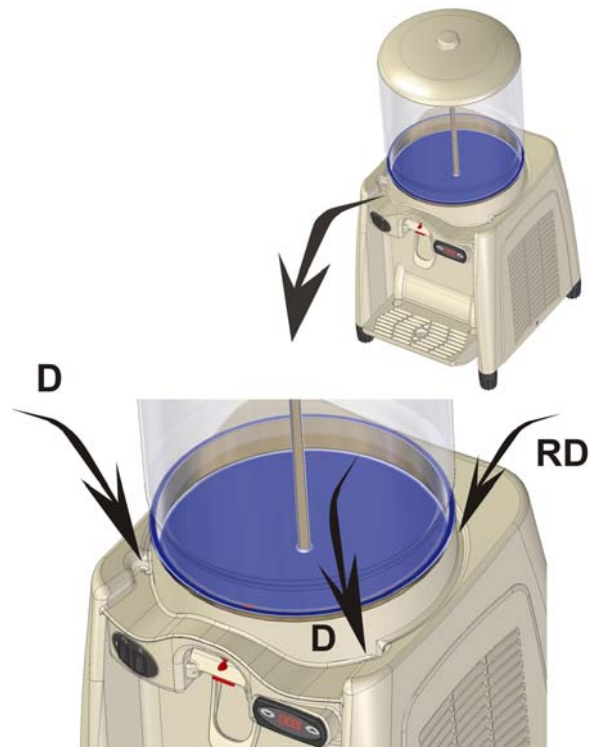

Abbildung 13
12.- **Sehr wichtig (siehe Abb. 13).**